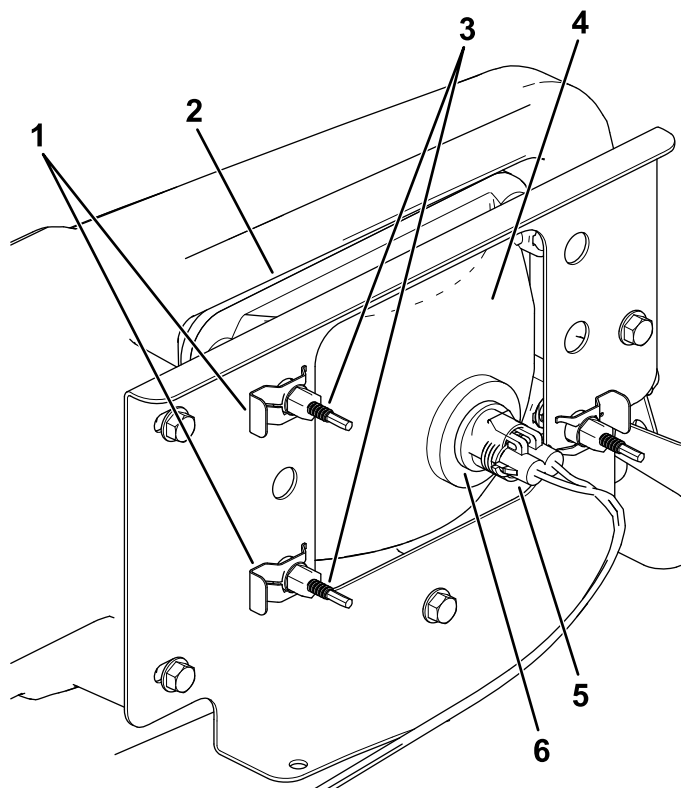

图 50
3. 将线束的电气接头与新灯总成的接头断开 图 50。
- 在大灯总成背面旋转调节螺丝图 50 以转动大灯总成调整光束投射的位置。
- 卸下将大灯固定至大灯支架上的快速夹图 50。
- 将大灯总成从前保险杠的开口向前推出卸下大灯总成图 50。
- 通过保险杠开口将新大灯装入图 50。
- 将线束的电气接头与灯总成的接头连接图 50。